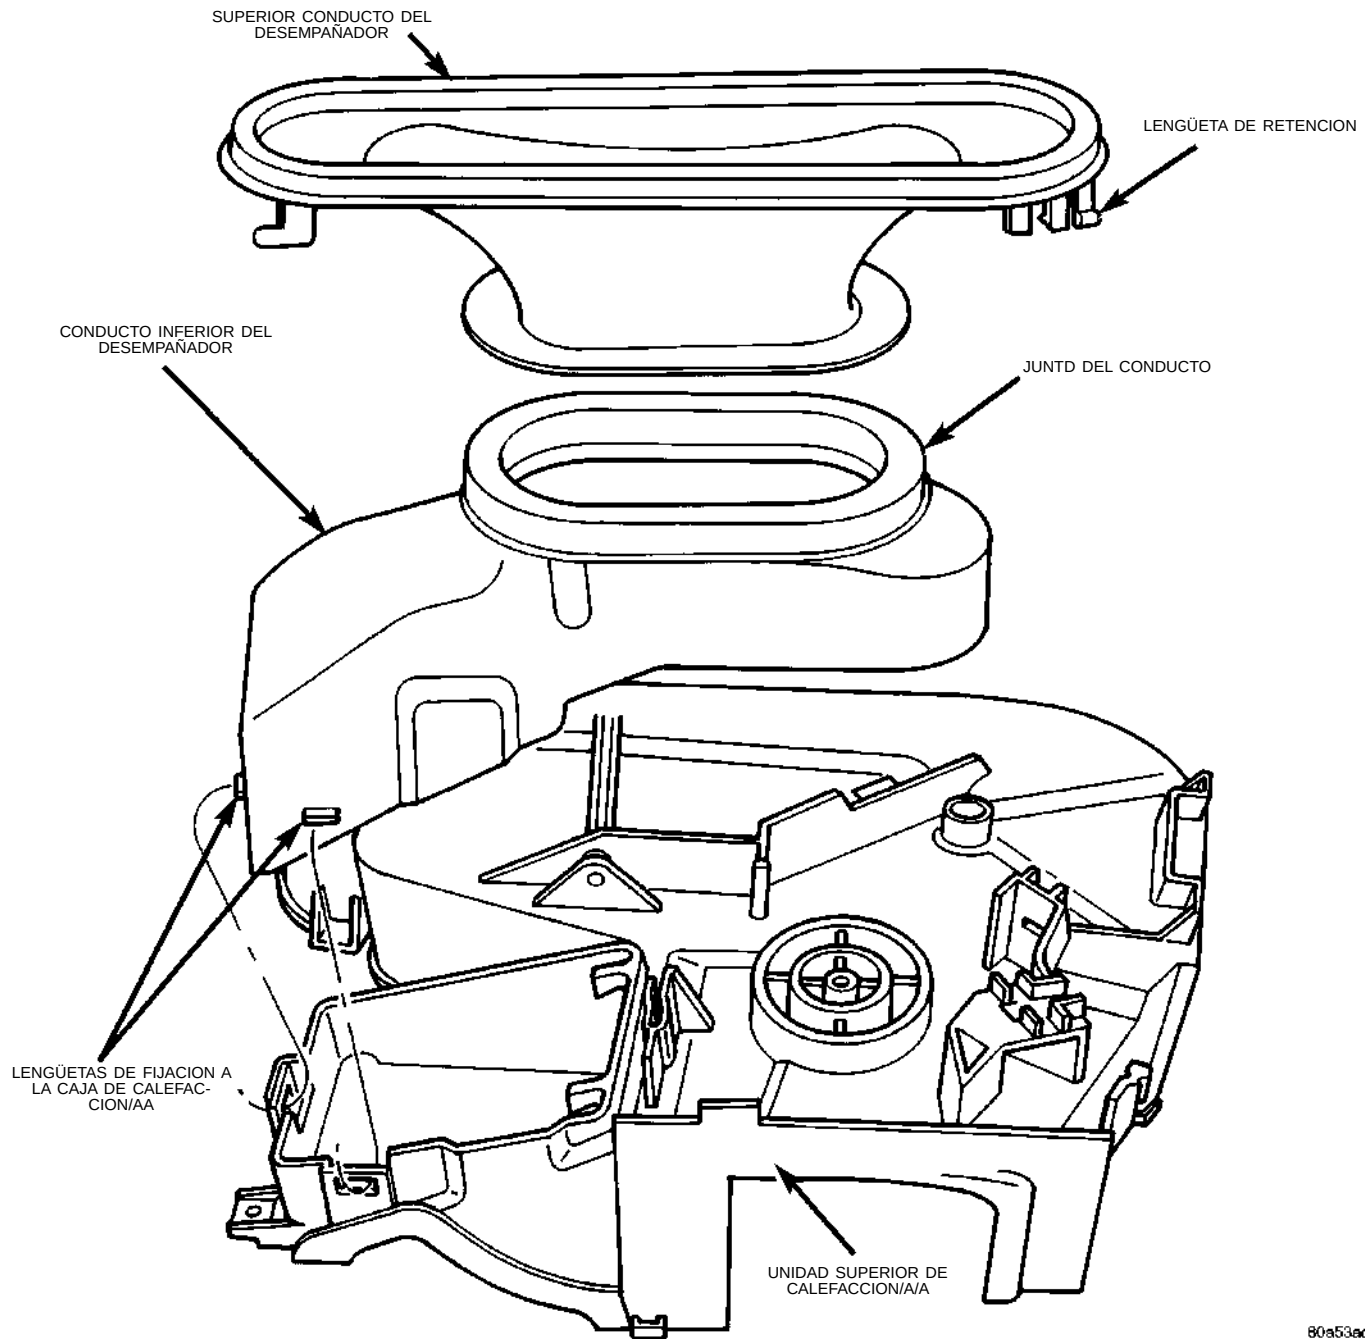

Fig. 40 Conducto del desempañador del tablero de instrumentos
(4) Retire el conducto superior del desempañador (Fig. 40).
- (4) Retire el conducto superior del desempañador (Fig. 40).